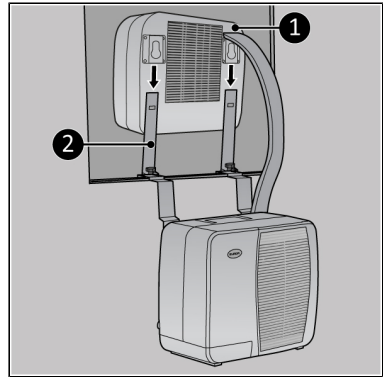

Abbildung 42.
2. Schieben Sie das Innengerät über die oberen Caravan-Halterungen (Abbildung 42, Pos. 2).